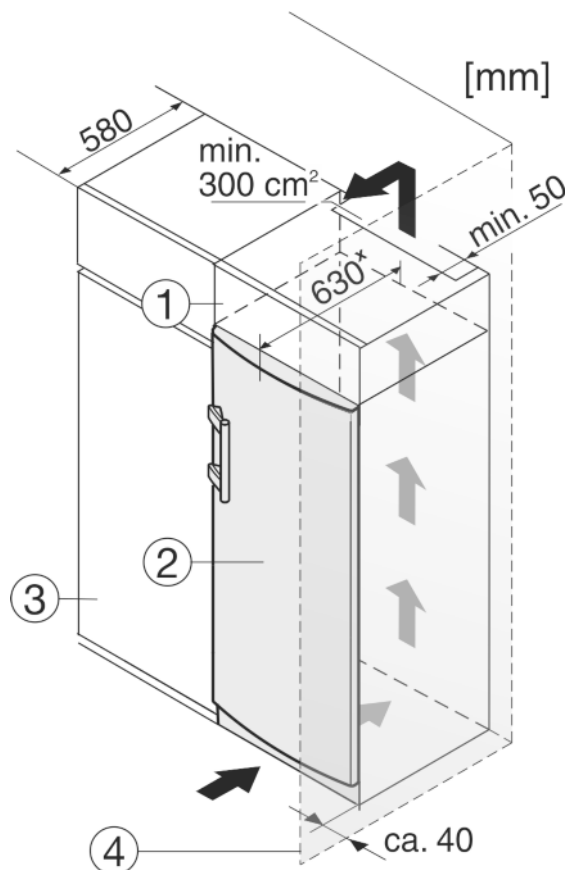

Fig. 9
(1) Élément haut
(2) Appareil
(3) Placard de cuisine
(4) Mur
L'appareil peut être entouré de meubles de cuisine. Pour adapter l'appareil Fig. 9 (2) à la hauteur des placards de la cuisine intégrée, on peut placer un élément haut Fig. 9 (1) au-dessus de l'appareil.
Lors de la transformation avec des placards de cuisine (profondeur max. 580 mm), l'appareil peut être placé directement à côté du placard de cuisine Fig. 9 (3). L'appareil dépasse latéralement de 34 mm^x et de 50 mm^x au centre de l'appareil par rapport à la face avant du placard de cuisine.
Si l'appareil est installé avec les charnières à côté d'un mur *Fig. 9 (4)*, la distance entre l'appareil et le mur doit être de 40 mm min. Ceci correspond à la saillie de la poignée lorsque la porte est ouverte.